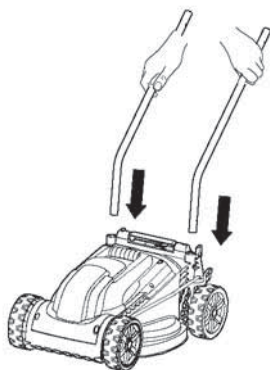
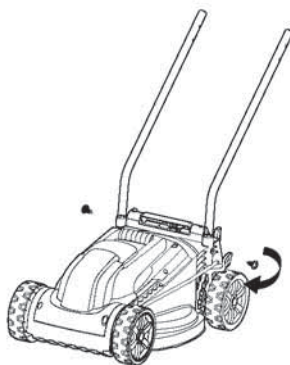

Fig.2
Fig.3
> Insérez les barres de la base du guidon (5) dans les fentes situées sur le boîtier de la tondeuse (fig.2). Verrouillez la fixation à l'aide des vis (fig. 3).